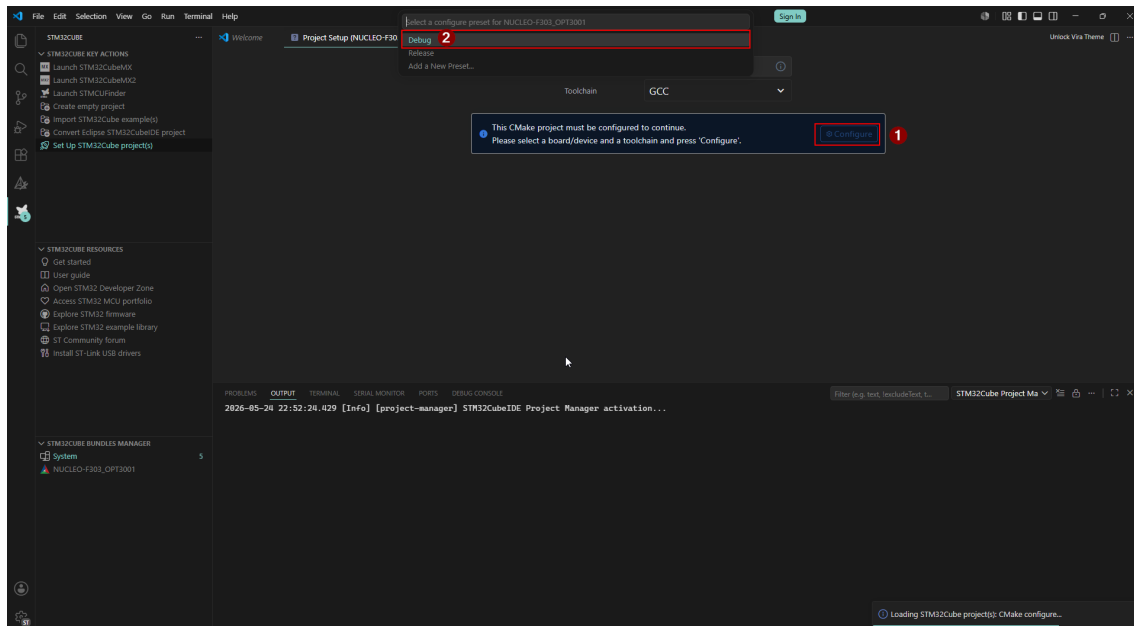

Figura 9: Selección del preset Debug en la barra de entrada de VS Code.
20. A continuación, se desplegará un menú en la barra de búsqueda superior de VS Code para que seleccione el preset de compilación del proyecto. Seleccione la opción **Debug** para este caso de estudio (como se muestra en la figura 9).